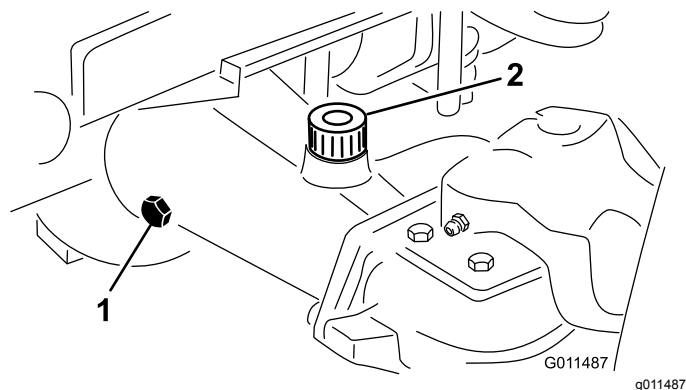

Figura 106
2. Retire un tapón de verificación del extremo del eje y asegúrese de que el lubricante llega al borde inferior del orificio (Figura 106).